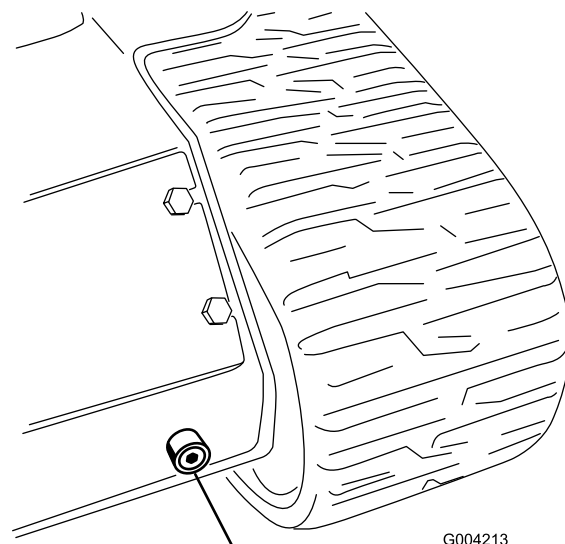

Figura 58
7. Retire el tapón de vaciado y deje fluir el aceite al recipiente (Figura 58).